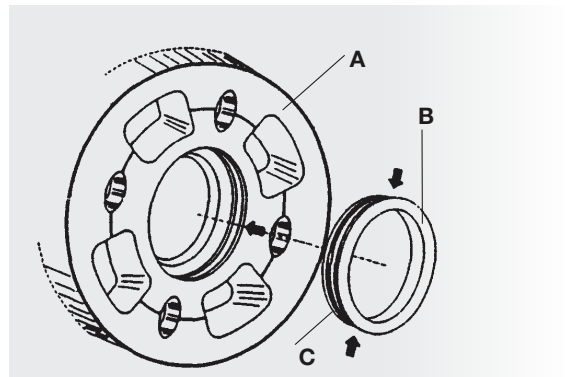

fig. 4- Montage des bagues de centrage
- Appliquer la bague de centrage (B) sur le moyeu de la roue (A), en pressant avec les doigts l'anneau élastique à expansion (C) (fig.4)
- Vérifier l'introduction correcte de l'anneau élastique à expansion (C) dans le logement (D), déterminé par le blocage de la bague de centrage dans le moyeu de la roue (fig.4).